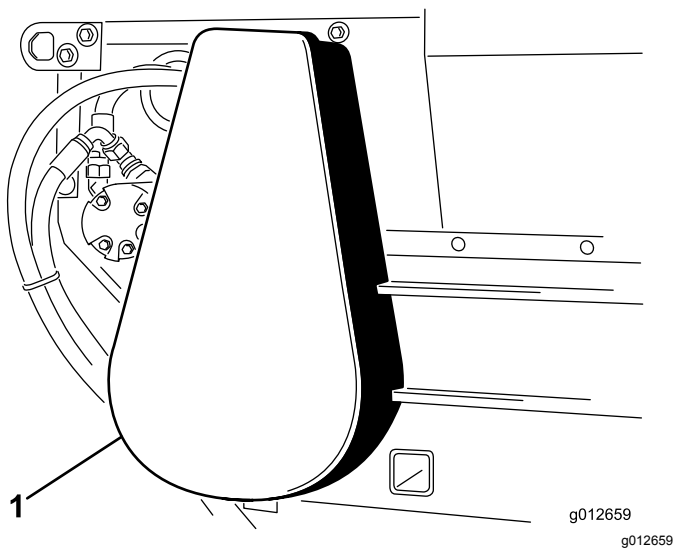

Figura 18
2. Retire la cubierta de la cadena (Figura 18).
6. Instale la cubierta de la cadena (Figura 18).